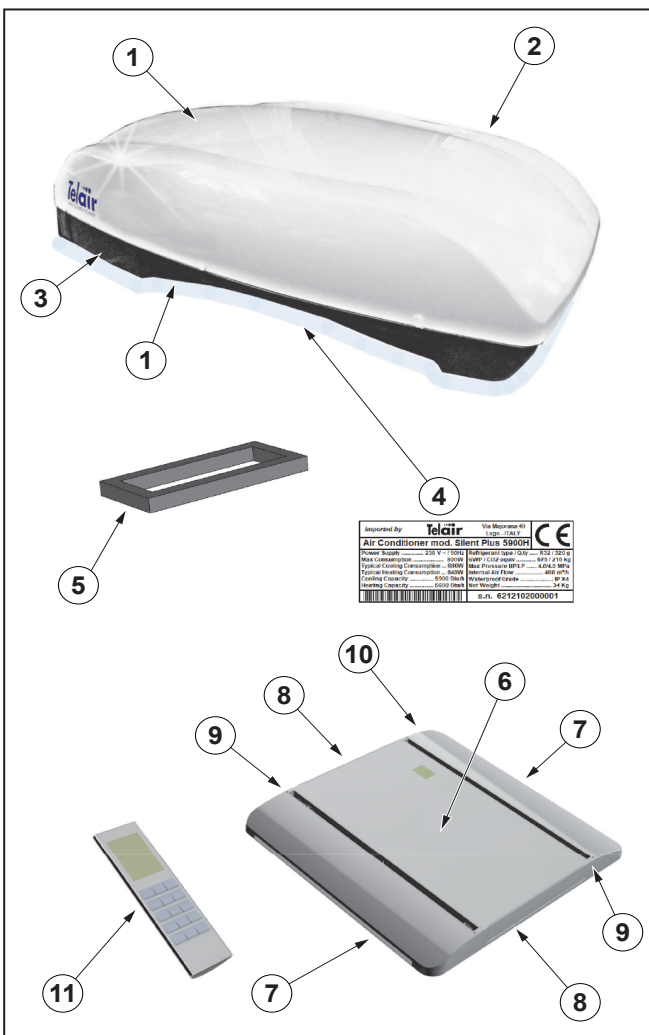

Fig. 1
Det första momentet som ska utföras för en korrekt installation av klimatanläggningen är att noggrant kontrollera att fordonstaket klarar dess vikt. I motsatt fall måste det förstärkas. Välj ett område mitt på taket som är tillräckligt plant och horisontellt. Kontrollera även att inget föremål inuti fordonet kan hindra fastsättningen av diffusorn ("Fig. 1" ref. 6) och utblåset av kyluft från de riktbara munstyckena för luftutblås ("Fig. 1" ref. 8).